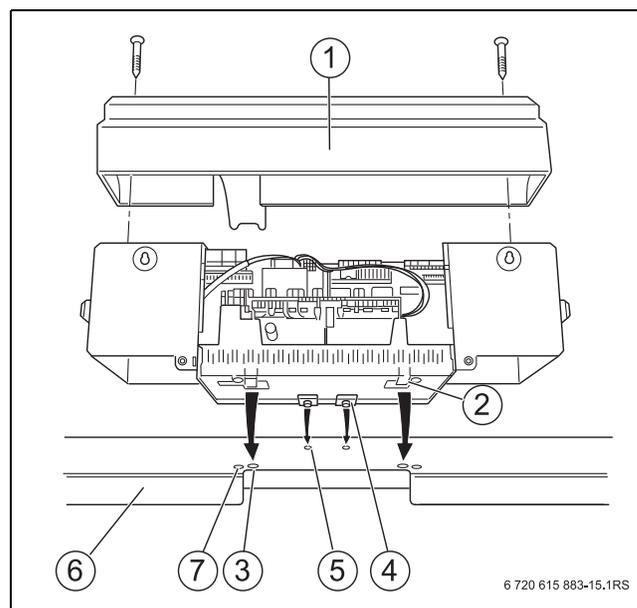

Bild 29 Regelgerät montieren
In Bild 29, Seite 31 sind das Regelgerät und die vordere Abdeckhaube [1] von hinten dargestellt.
- Abdeckhaube wieder am Regelgerät montieren (→ Bild 29, Seite 31).
- Abdeckhaube mit den Schrauben des Regelgeräts sichern (→ Bild 29, Seite 31).